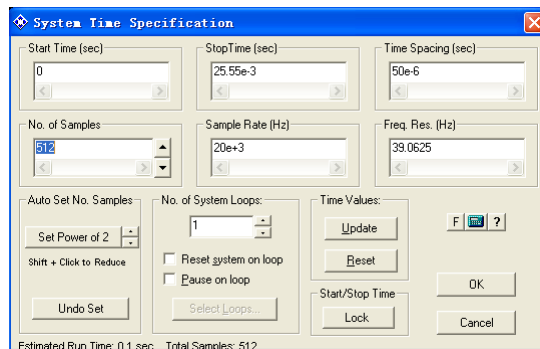

图 1
- (1) 设置系统定时，设置采样率 20000Hz，采样点数 512（图 1）；